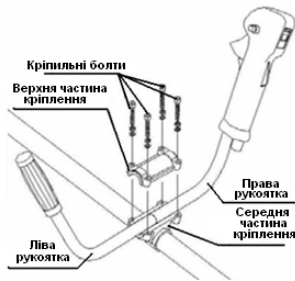

Рисунок 2
- закріпіть верхню і середню частини кріплення за допомогою болтів (рис.2).